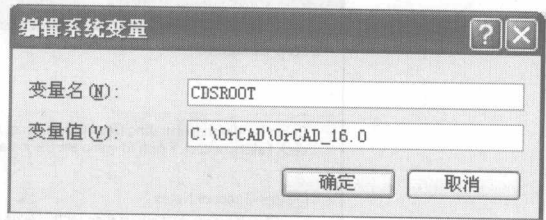

图 1.2.20 系统变量编辑界面
④ 同样输入系统属性的环境变量，如“C:\OrCAD\OrCAD_16.0”，如图 1.2.20 所示。